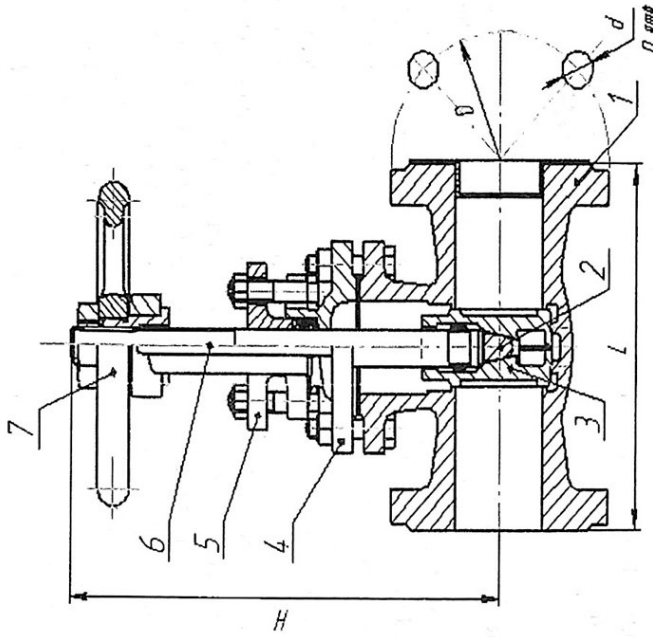

Рис.1
- 3.2. Основные габаритные и присоединительные размеры указаны на рис. 1.